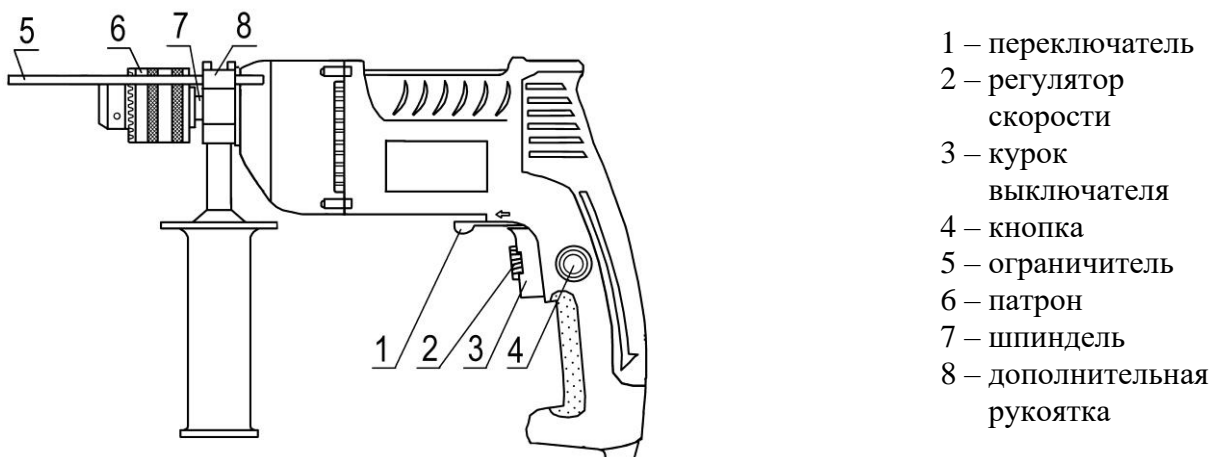

Рис. 1
4.1. Устройство машины изображено на рис. 1.
7.2. Для кратковременного включения машины необходимо плавно нажать на курок выключателя поз. 3 (см. рис. 1), при отключении курок отпустить.